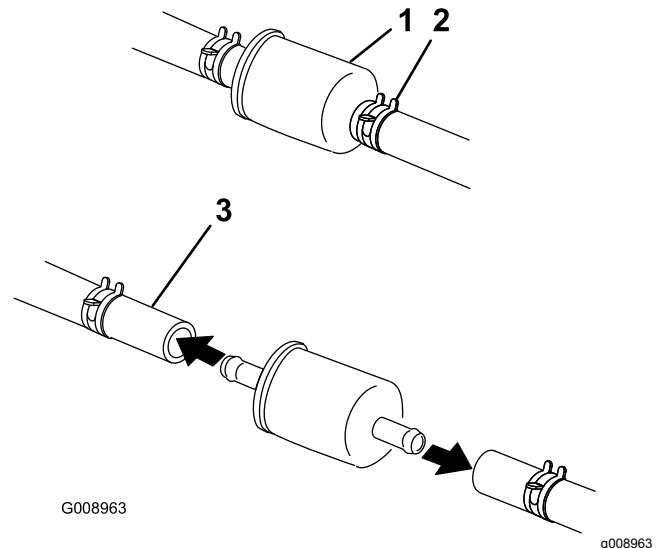

Figura 58
5. Apriete los extremos de las abrazaderas y deslícelas por el tubo alejándolas del filtro (Figura 58).
7. Instale un filtro nuevo y acerque las abrazaderas al filtro (Figura 58).